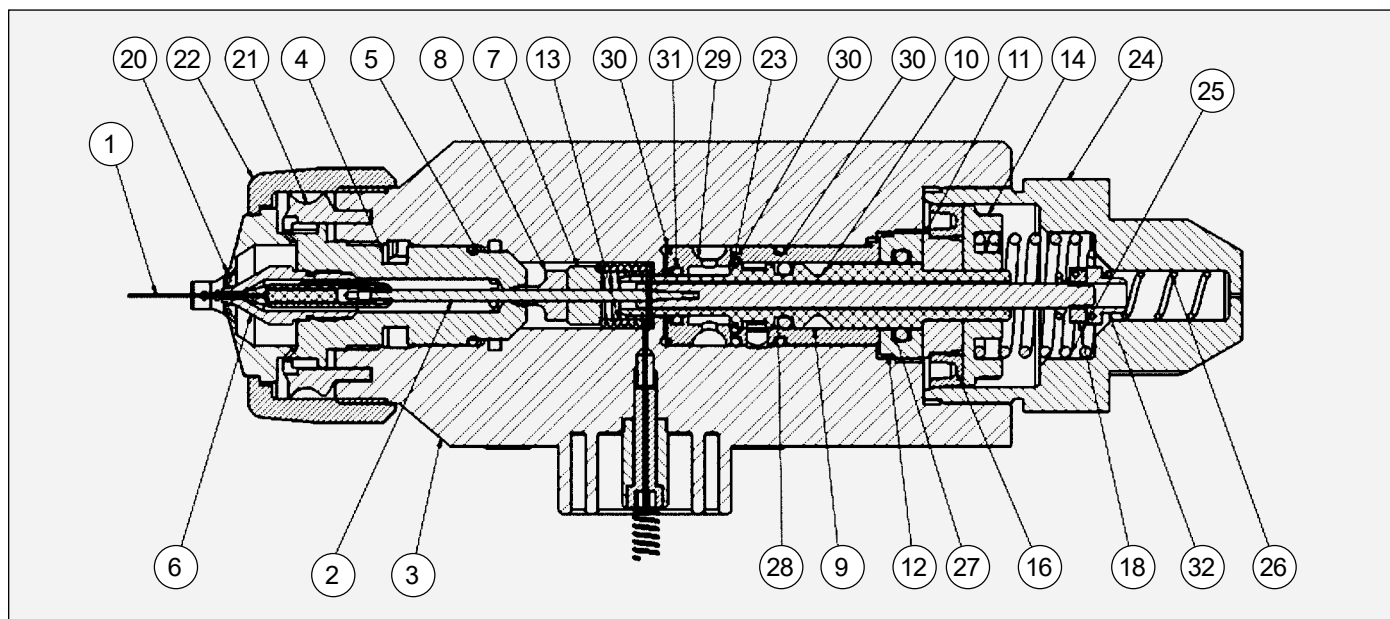

Figure 14 : Sous-ensemble tête
Remplacement de l'aiguille arrière (Voir les figures 14 et 15)
Dépose de la vanne d'air de la tête complète (Voir les figures 14 et 15)
8. Remonter les pièces restantes, comme indiqué dans la Figure 14, en s'assurant que la languette d'alignement de la douille [9] soit alignée sur la cannelure d'alignement du corps [3].
INSTRUCTIONS POUR LE SOUS-ENSEMBLE DE TÊTE (Voir les figures 14 et 15)